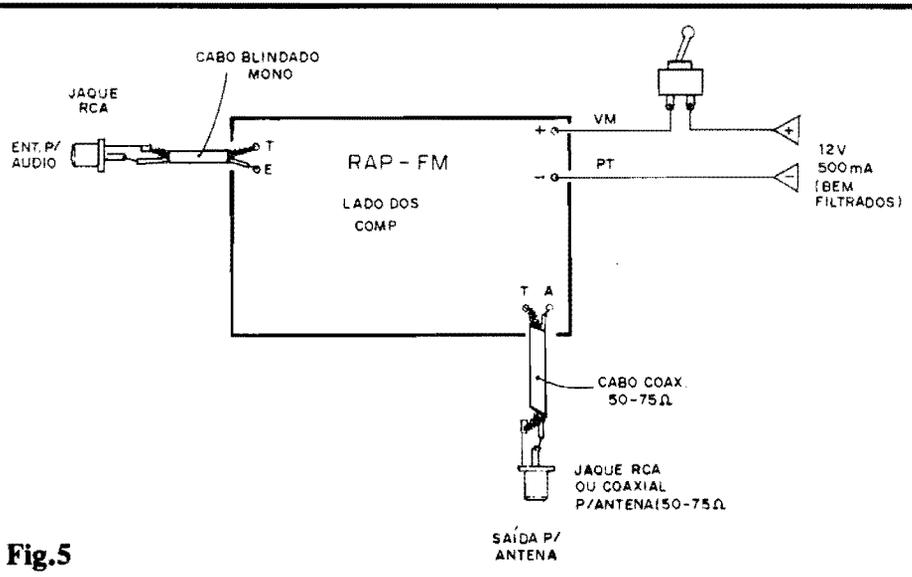

Fig.5
- **FIG. 5 - CONEXÕES EXTERNAS À PLACA -** As conexões de alimentação (atenção à polaridade), de Entrada de Áudio (cuidado com a identificação do "vivo" e da "malha de terra", no cabo e no jaque) e de Saída de Antena (idem - idem) são vistas, com a placa ainda pelo seu lado não cobreado... Especificamente a cabagem de Saída para a antena, deve ser curta e direta, usando-se o coaxial de RF (50 ou 75 ohms) indicado... Verificar a inserção do interruptor geral no cabo do **positivo** (vermelho) da alimentação de 12V (se for usada uma fonte ligada à C.A., eventualmente esse interruptor será substituído - em função - por aquele já constante do circuito da dita fonte...).